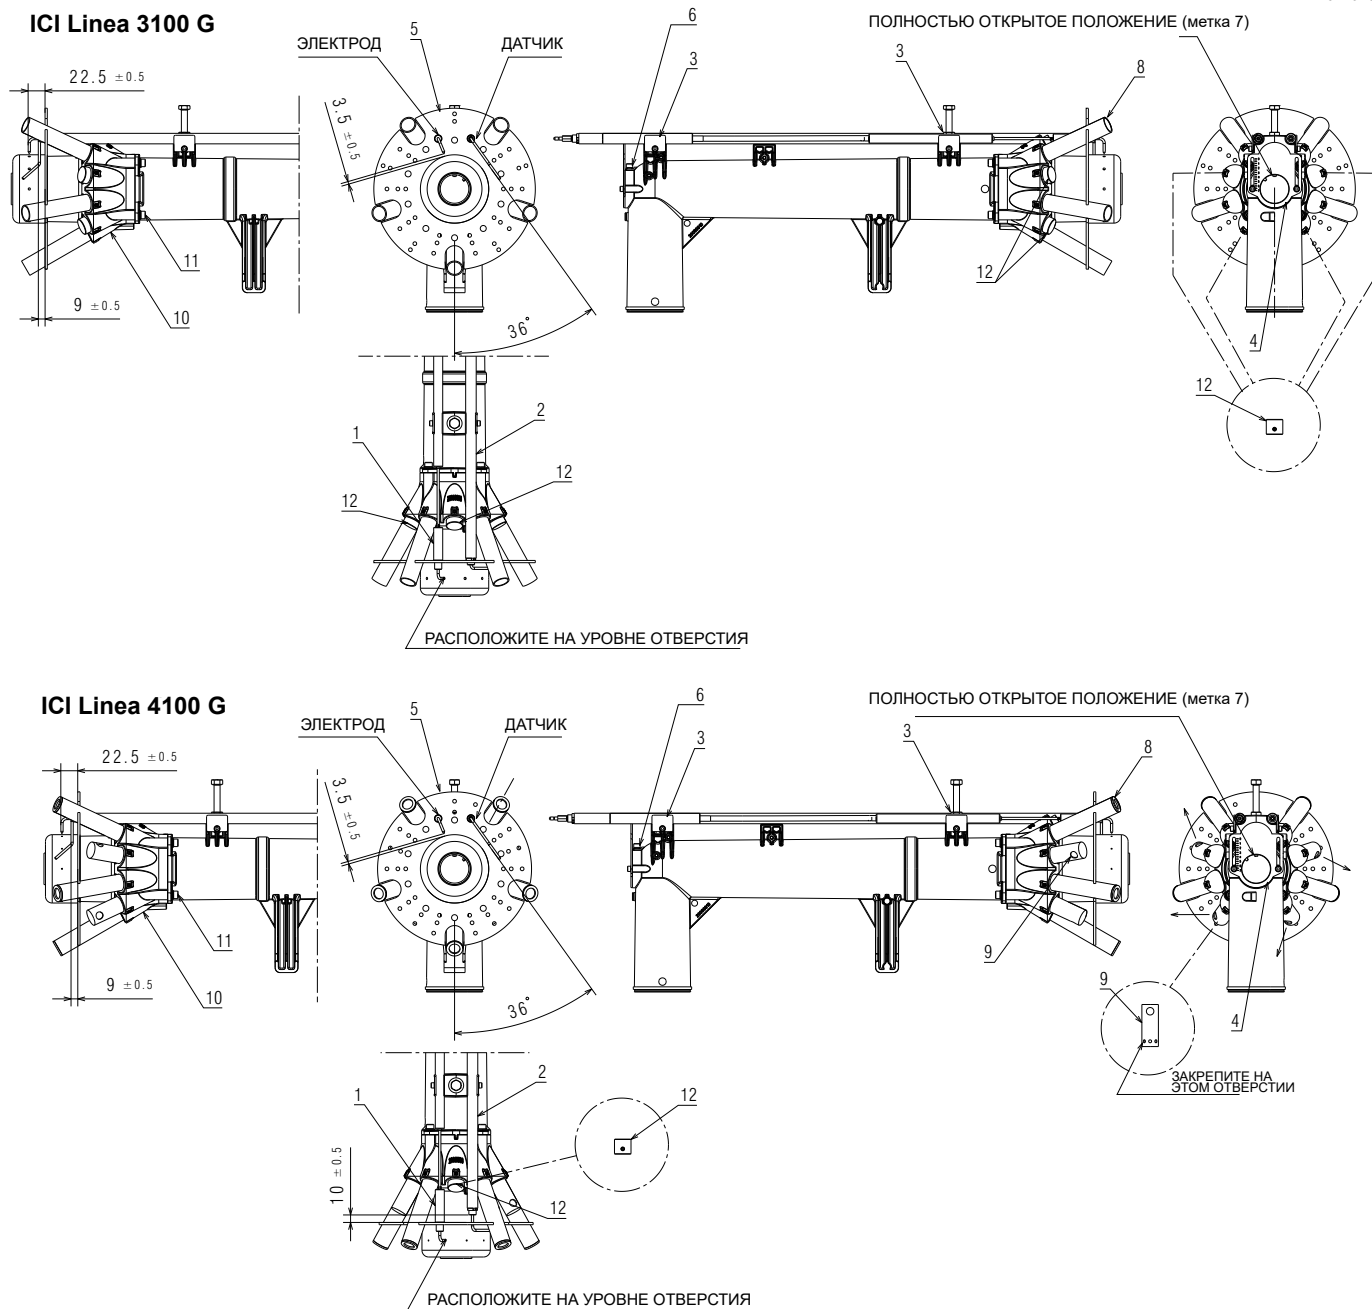

Рис. 1
- Демонтируйте крепежные пластины 3), снимите электрод 1)(Рис. 1, стр. 41) и датчик 2), следя за тем, чтобы не повредить керамический материал.
- Замените трубы 8) и 9) на трубы из комплекта поставки. Трубы 9) крепятся в положении, как показано на Рис. 1, стр. 41.
Отрегулируйте электрод и датчик, как указано на Рис. 1, стр. 41.